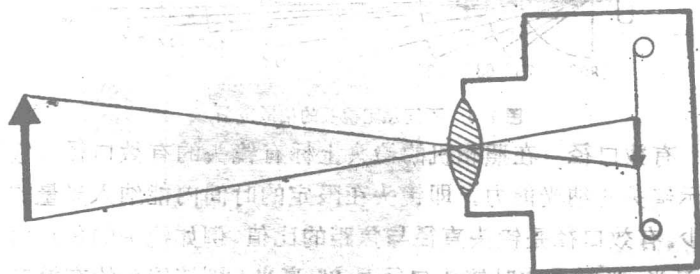

图 1-3 照相机成像原理
1. 镜头 镜头是照相机的重要部件之一,它是由多片透镜组成的,其作用是将入射的光线会聚起来并在底片上形成一个像(如图 1-3 所示)。镜头的质量将直接影响被摄物在